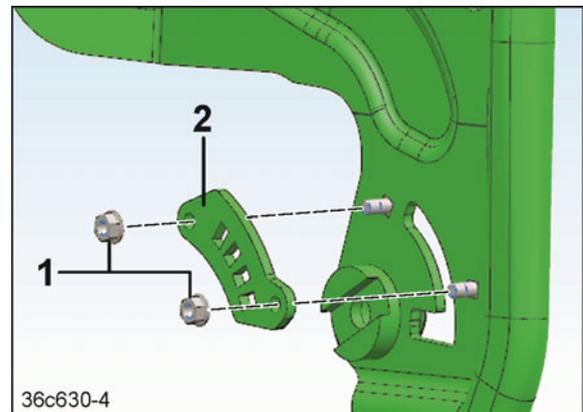

Fig. 308
4. Desserrer 2 écrous de sécurité M 8 (Fig. 308/1)
5. Remplacer le cran (Fig. 308/2).
6. Poser et serrer 2 écrous de sécurité M8 (Fig. 308/1)